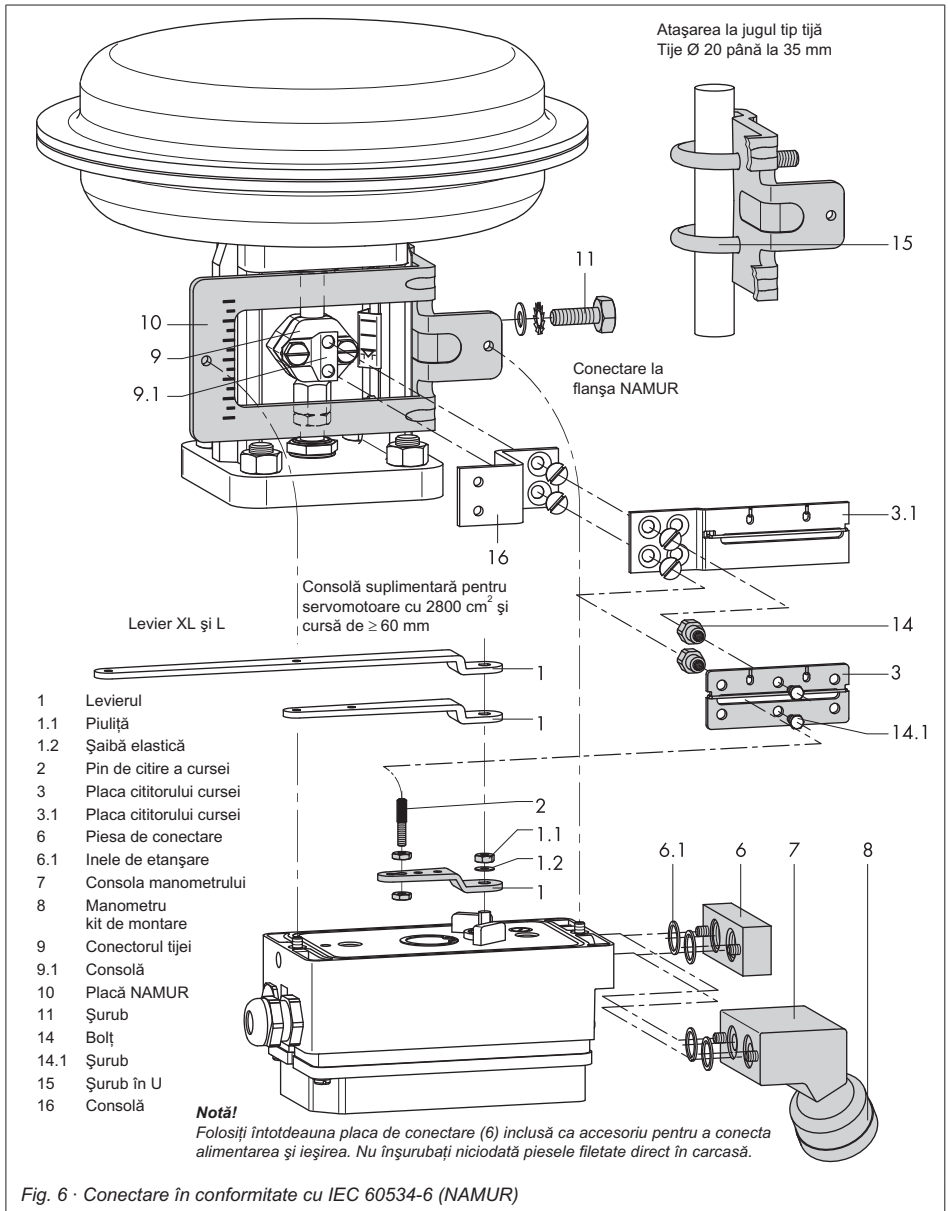

Fig. 6 - Conectare în conformitate cu IEC 60534-6 (NAMUR)
Tabelul 3 Conectarea la flanșele NAMUR sau robinetele de reglare cu jug tip tijă (diametrul tije de 20 până la 35 mm) conform IEC 60534-6, consultați Fig. 6
**Pentru conexiunea pneumatică** fie o placă de conectare (6) fie o consolă a manometrului (7) trebuie să fie fixată la carcasă, în funcție de accesoriile alese. Asigurați-vă că inelele de etanșare (6.1) sunt introduse corect (vedeți Fig. 6, dreapta jos).